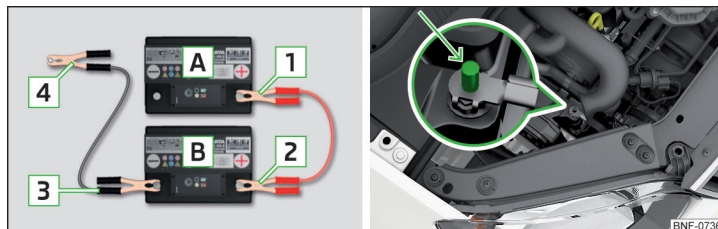

Bild 125 Starthjälp: A - urladdat batteri, B - strömgivande bilbatteri/motorns jordningspunkt
- Fäst klämmen 1 till pluspolen på det urladdade batteriet [A] » bild 125.
På fordon med START-STOPP-system får startkabeln endast anslutas till jordningspunkten på motorn » bild 125.